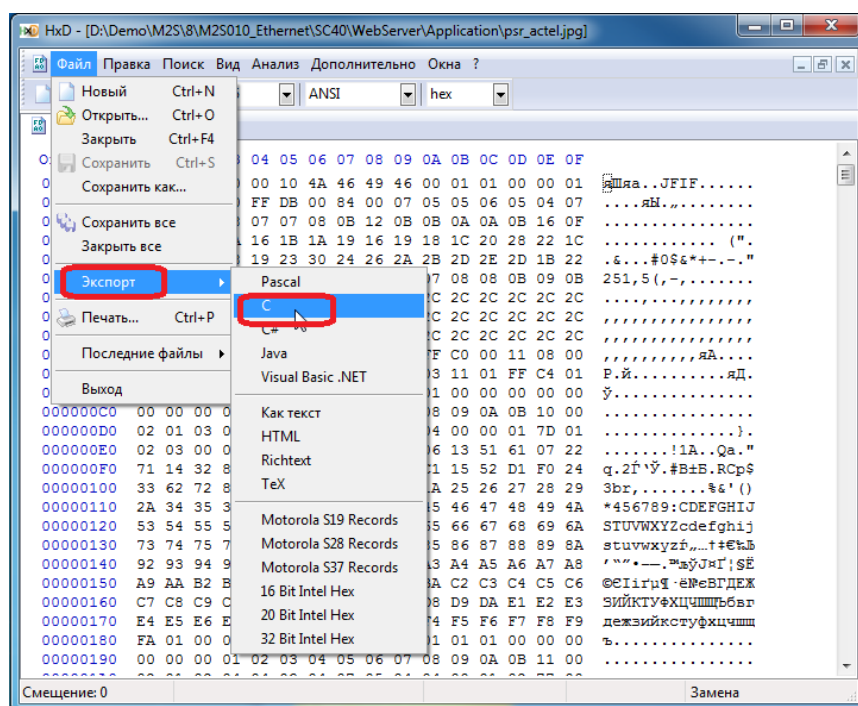

Рис. 38.
- 2) Открыть полученный файл в шестнадцатеричном редакторе и сохранить в виде констанды в файле на языке программирования «С» (рис. 38);